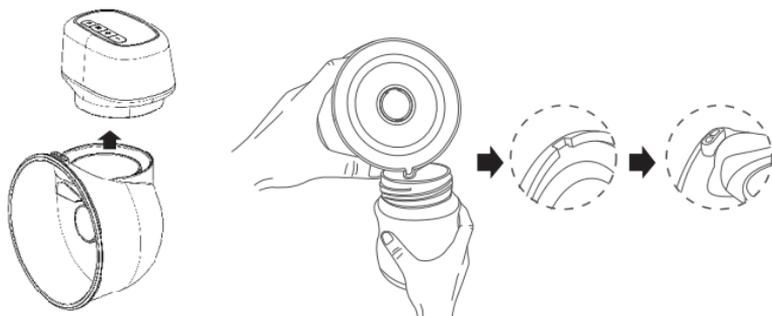

Рисунок 9.
6.17. Через сливное отверстие (7, рис.1) перелейте молоко в специальный контейнер, предусмотренный для хранения/заморозки или в бутылочку для кормления ребенка (рис.9).